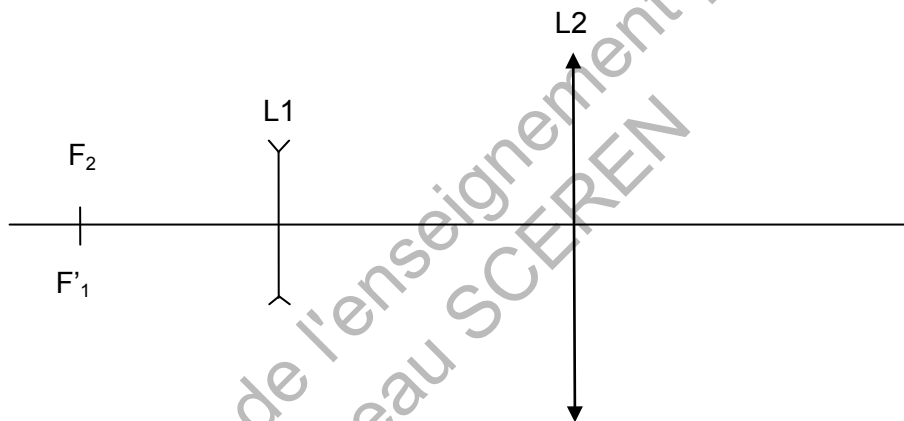

Figure 12 : système afocal
1.2.1 - Compléter la **figure 12** du **document réponse n° 2** en traçant la marche d'un rayon incident parallèle à l'axe optique. Le schéma de la **figure 12** n'est pas à l'échelle.